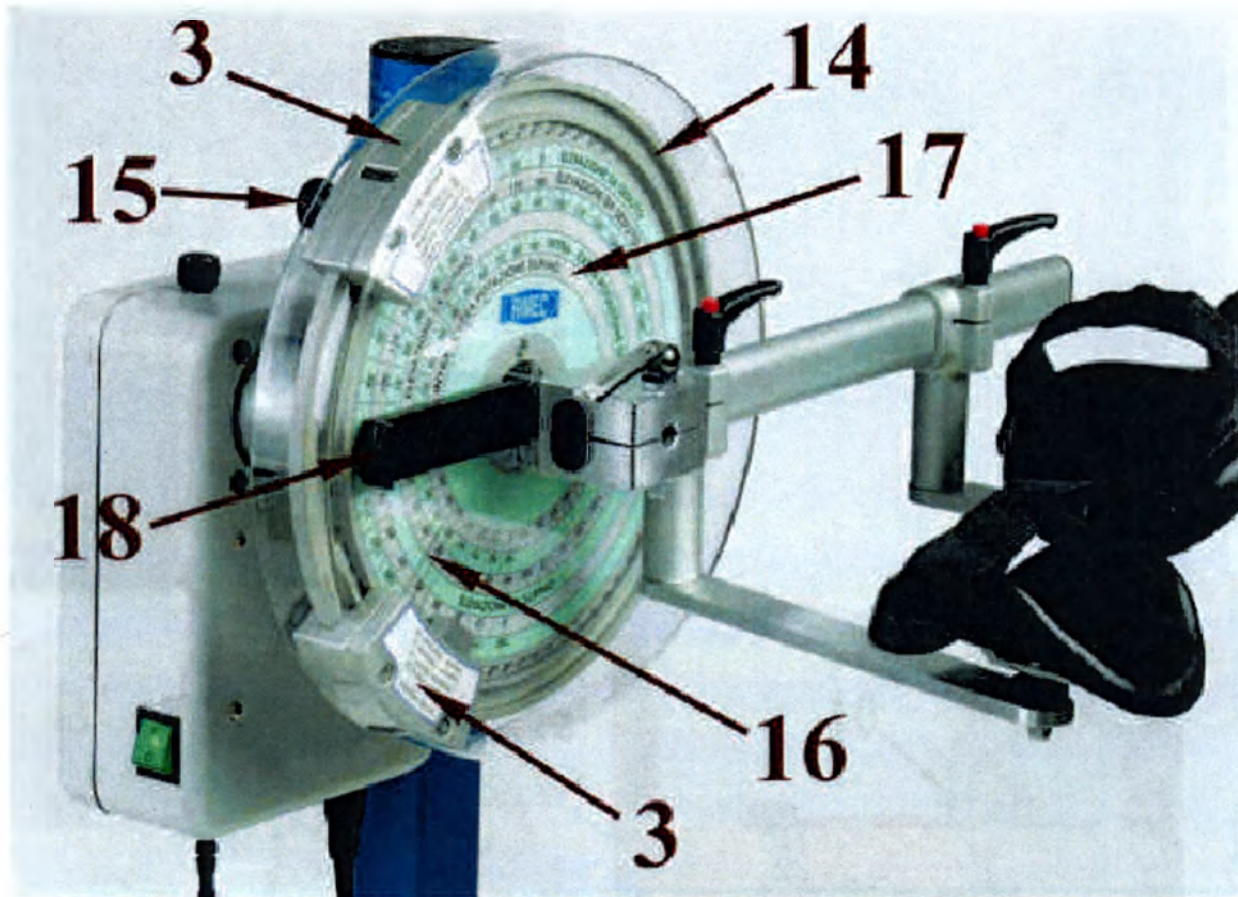

Рис. 17
Ограничители движения (3) определяют верхнюю и нижнюю границы угла движения механической руки. Они могут свободно перемещаться по краю диска (14) и фиксируются пружинными фиксаторами (15). Указатели (16), расположенные на ограничителях движения, помогают терапевту определять нужный угол по шкале значений (17). См. Рис. 17.